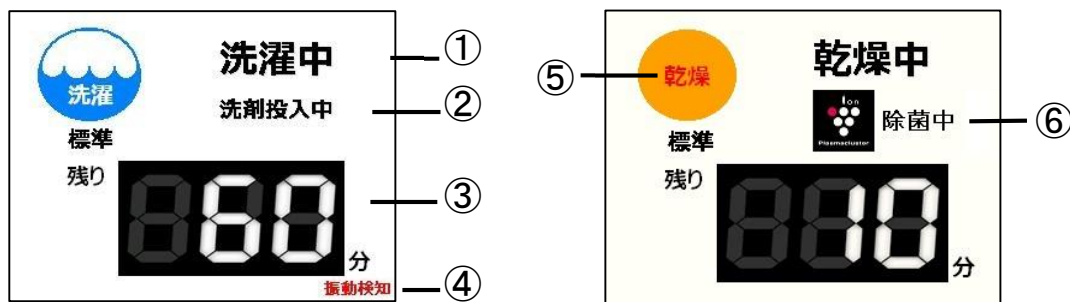

図 7-2
7. 1. 2 運転中の画面(図 7-2)
- ① 現在の工程が表示されます。
- ② 洗剤・助剤の投入状態が表示されます。
- ③ 残りの運転時間が表示されます。
- ④ 振動検知スイッチが作動していると表示されます。(7. 1. 7参照)
- ⑤ 乾燥工程時、燃焼中は乾燥が赤文字になります。
- ⑥ 乾燥運転時にプラズマクラスターイオンが供給され、槽内にイオンを放出して衣類を除菌※します。
振動検知スイッチが作動している時に、図 7-2 のように画面の中に赤字で“振動検知”と表示されます。
運転中の画面(図 7-2)を長押ししてメイン画面に移動します。その後、試運転画面に移動します。試運転画面で **停止** を2回押すことで、機械を完全停止できます。(図 7-22)